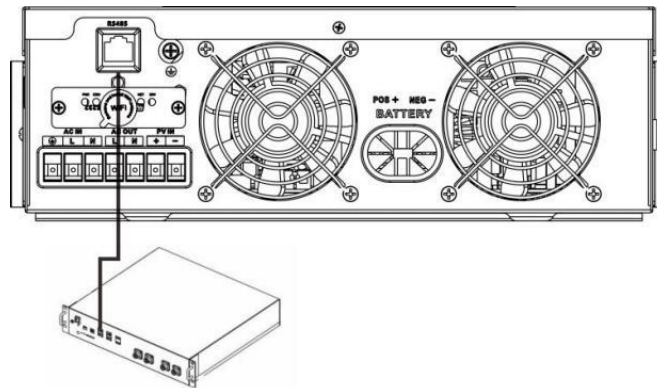

figure 1
Étape 1. Utiliser le Câble RS 485 à connecter onduleur et Lithium batterie comme figure 1. Étape 2. Commutation sur Lithium batterie .